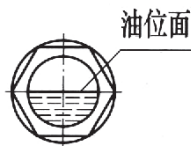

图 23
b. 油位孔为油镜，油的位置必须在油镜中间位置能够看见（图 23）。